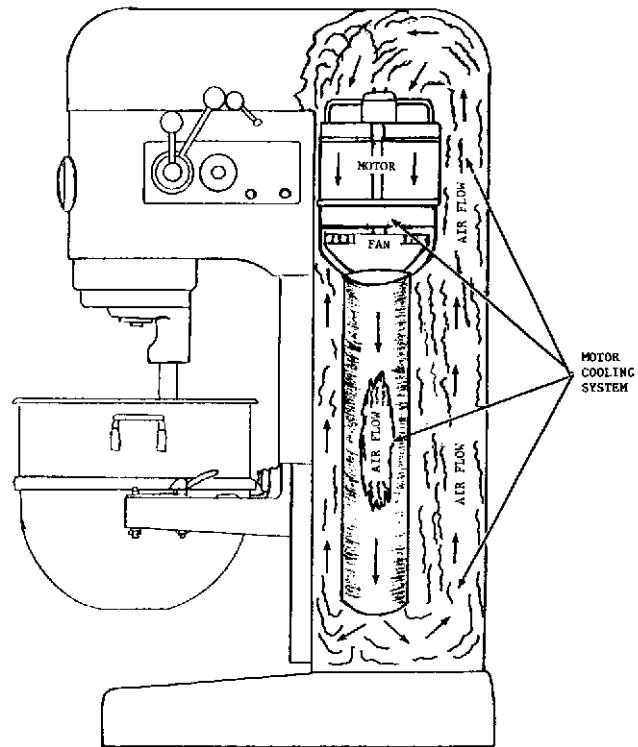

Fig. 8-11
9. Motor Cooling System (Fig. 8-11).